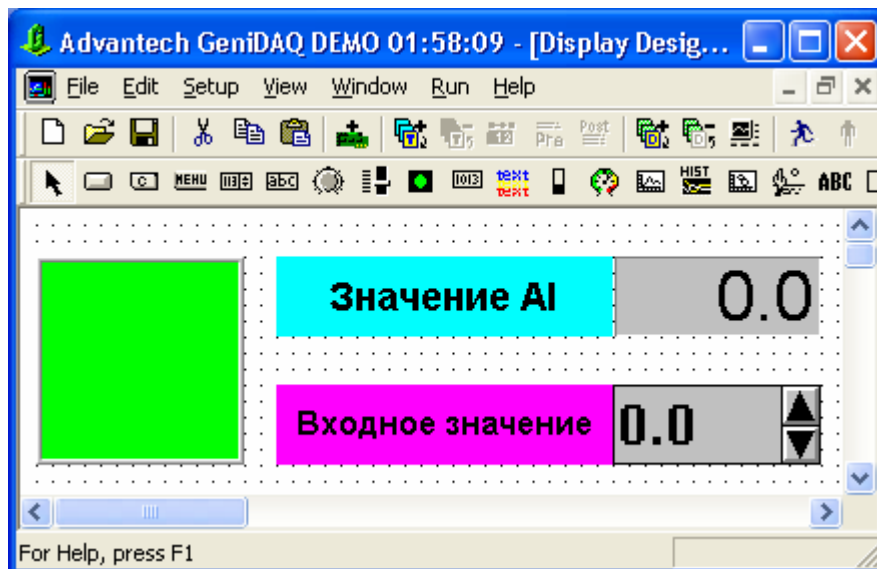

Рис. 4.102. Вид окна редактора форм отображения после добавления управляющих элементов
3. *Третье действие.* Добавьте в окно отображения **DISP1** цифровой индикатор, индикатор, инкрементный регулятор и две текстовых строки (рис. 4.102).